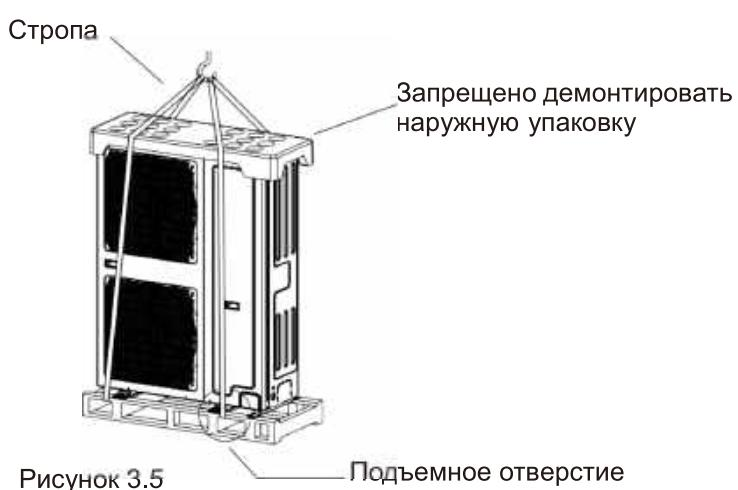

Рисунок 3.5
- 2) Перед подъемом наружного блока необходимо определить центр тяжести для правильной строповки, чтобы избежать проскальзывания и падения. Центр тяжести не находится в центре, угол строп не должен превышать 30°. При строповке и подъеме следует соблюдать осторожность. См. рисунок 3.5.